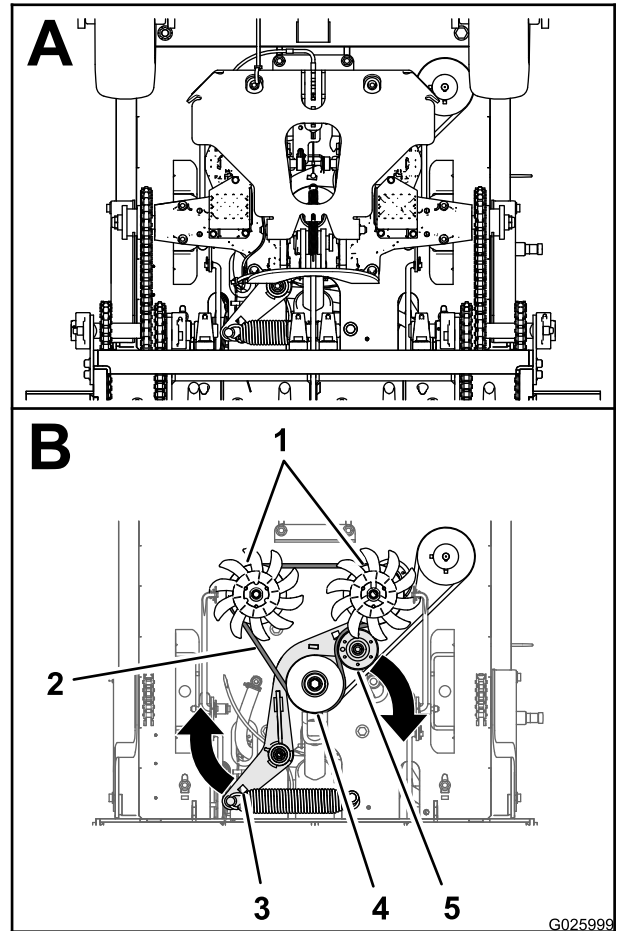

Figure 61
2. Insérez une barre de levier dans le trou du support de tension de la courroie et déplacez le support vers l'extérieur et l'avant (Figure 61).
3. Déchaussez la courroie d'entraînement de transmission des poulies du moteur, de tension et de transmission (Figure 61).
4. Acheminez la nouvelle courroie d'entraînement de transmission autour des poulies du moteur, de tension et de transmission comme montré à la Figure 61
5. Relâchez le support de tension de la courroie pour permettre au ressort de tendre la courroie (Figure 61).